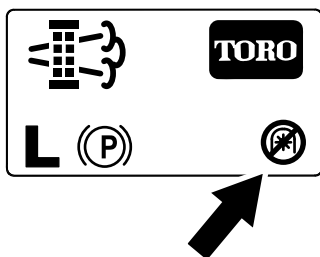

Рисунок 55
**Примечание:** На главном экране отобразится значок «BOM выключен» (Рисунок 55).
**Примечание:** На главном экране отобразится значок «BOM выключен»; см. Рисунок 55 в разделе Сообщения о стационарной регенерации \(страница 56\).